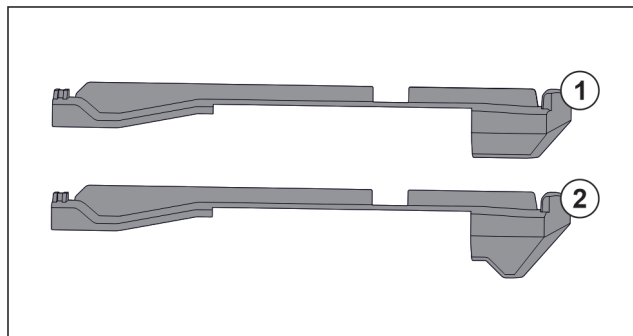

Fig. 52 Сравнение на наставките
В уреда има два вида наставки. Наставката над най-долното чекмедже Fig. 52 (2) има триъгълен ръб. Всички останали наставки Fig. 52 (1) имат прав ръб.
- ▶ Поставете наставката Fig. 52 (2) с триъгълния ръб над най-долното чекмедже.
- ▶ Поставете наставка *Fig. 52 (1)* с прав ръб на всички останали места.